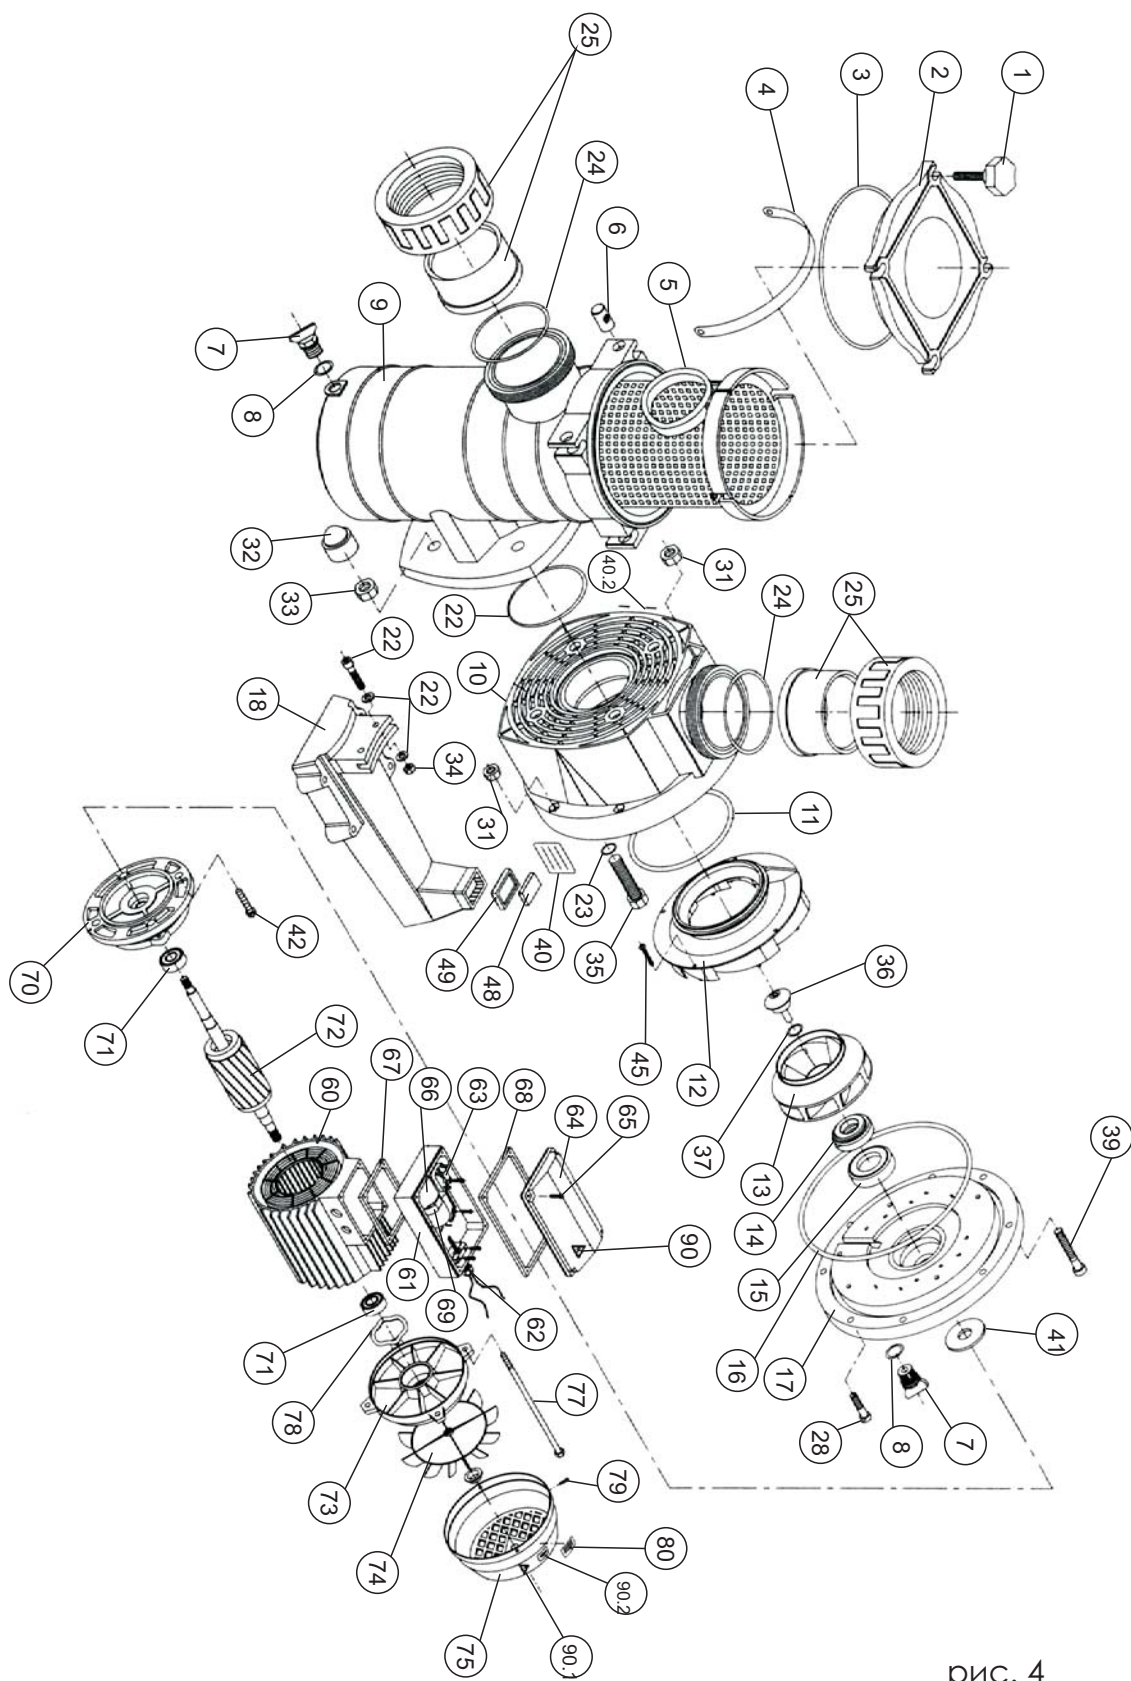

рис. 4
У насоса, в положении всасывания (выше уровня воды в резервуаре), до включения снимите кожух насоса (2) (рис. 4 стр.12) и медленно заполните чистой водой до уровня патрубка всасывания. Закройте кожух (2) снова, и убедитесь, что он герметично закрыт.
Насос нельзя включать без установленного фильтра (5) (рис. 4 стр.12) так как насос может закупориться.
Проверьте это, двигатель не потребляет силу тока больше, чем указано на табличке с наименованием (80) (рис. 4 стр. 12); в противном случае, проведите регулировку.
- отключите кабеля питания и уберите их в коробку (63) (рис. 4 стр.12).
- разберите насос, ослабляя затвор (7) и два уплотнительных кольца (8).